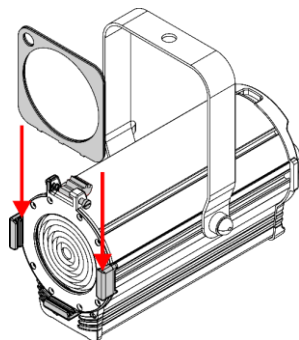

Fig. 11
- 03) Inserire il telaio per gelatina nei **supporti del telaio per gelatina (04)** (cfr. Fig. 11).